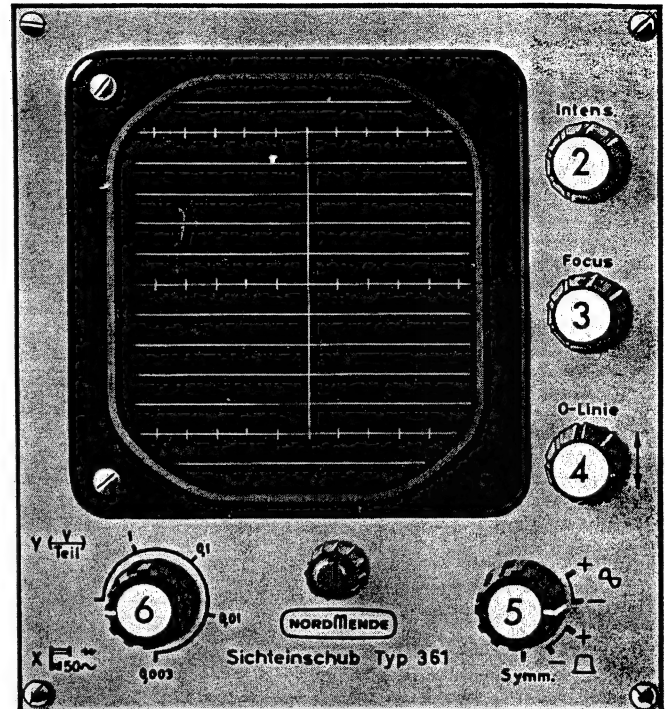

Bild 11 Ansicht des Einschubes Typ 361
Abb. 11 zeigt die Frontansicht eines Sichteinschubes mit Bezugszahlen für die nachfolgend beschriebenen Bedienungselemente.
*) Vergleichende Ansicht des Einschubes, Bild 11